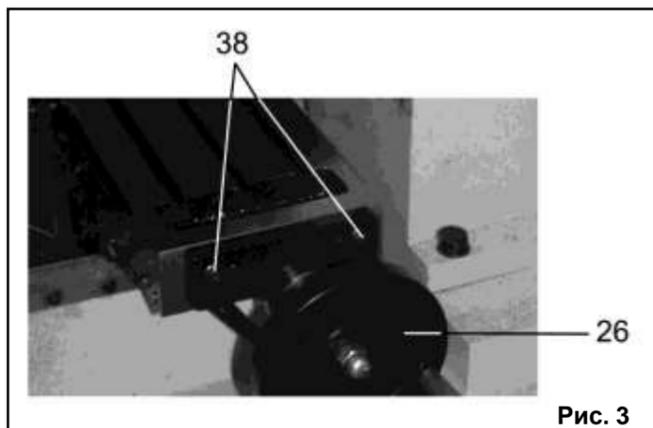

Рис. 3
Для снятия маховика (26), Рис. 2а, со станка необходимо выкрутить два винта (38), Рис. 3.
Для установки маховика (26) необходимо затянуть два винта (38), Рис. 3.